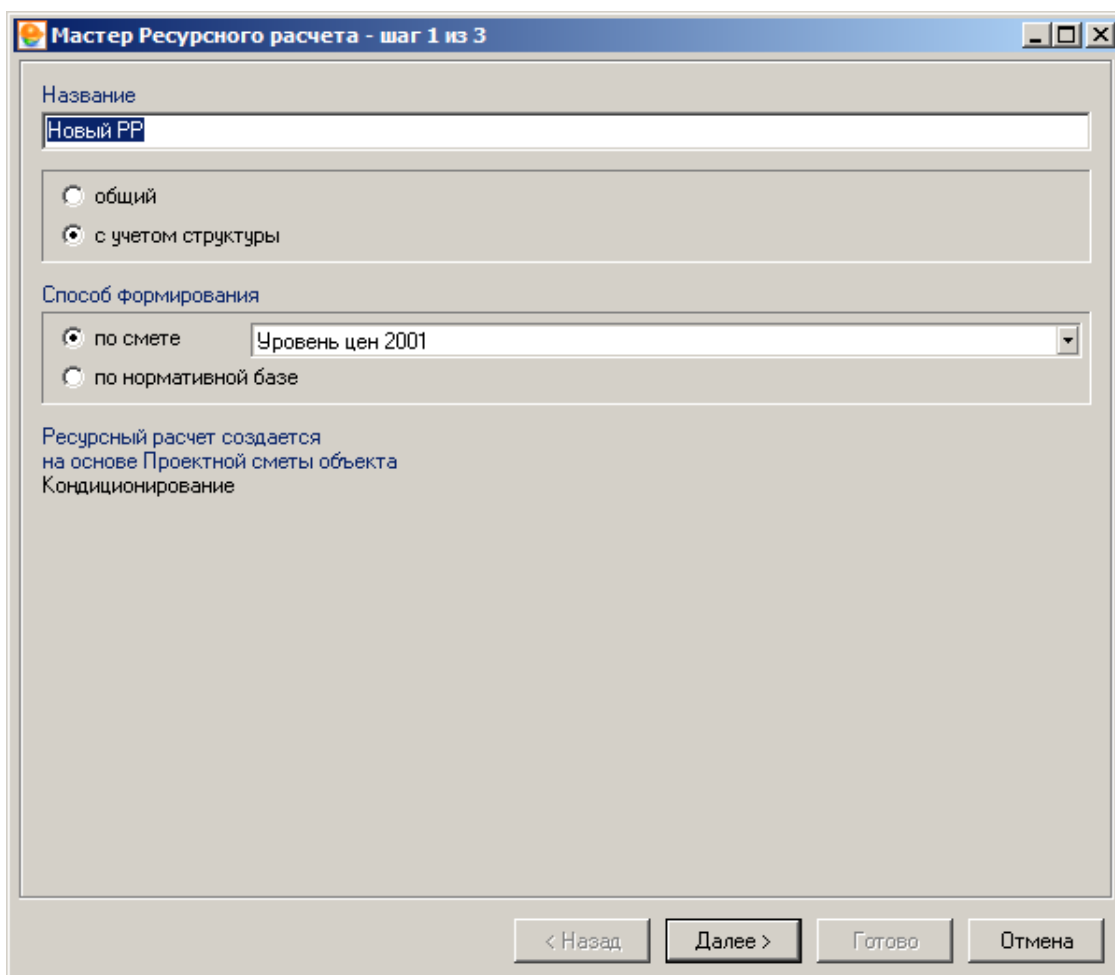

Рис. 2. Мастер создания ресурсного расчета, шаг 1
**1 шаг.** Укажите название расчета и способ его формирования (см. рис. 2).